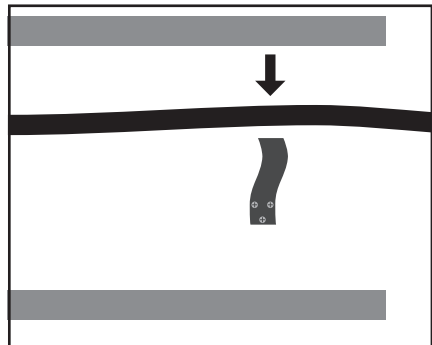

Fig. 16
1. Hydrauliekleiding monteren over gehele lengte bodemplaat (Fig. 16).